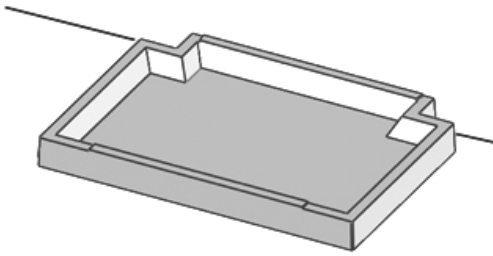

Abbildung 1: Montage der Bodenplatte
3. Den Kaminofen in der richtigen Höhe mit Gabelschlüssel SW 13 durch Verdrehen der Stellfüße einrichten. Die ideale Höhe ist (siehe Abbildung 1) ersichtlich. Stellen Sie bitte zur Kontrolle den Sockel mit der Sockelplatte auf. Die Unterkante der Blende mit Luftregler am Kaminofen kann mit dem Unterbau der Betonverkleidung fugenlos abschließen oder auch ungefähr 1 bis 2 Millimeter höher sein (Achtung: Durch das Verkleben ändert sich die Gesamthöhe minimal: es ist jedoch möglich, den Kaminofen abschließend durch Verdrehen der Stellfüße in die gewünschte Höhe zu justieren).